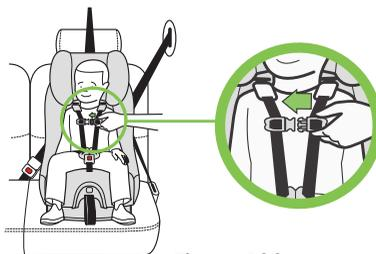

Figure 120
**Orientation vers l'avant :** La sangle d'entrejambe doit être placée à sa fente externe et ajustée à sa longueur plus longue, comme sur la **Figure 120**.
Bouclez l'attache de poitrine et placez-la au niveau de l'aisselle, tel qu'illustré dans la **Figure 120**.